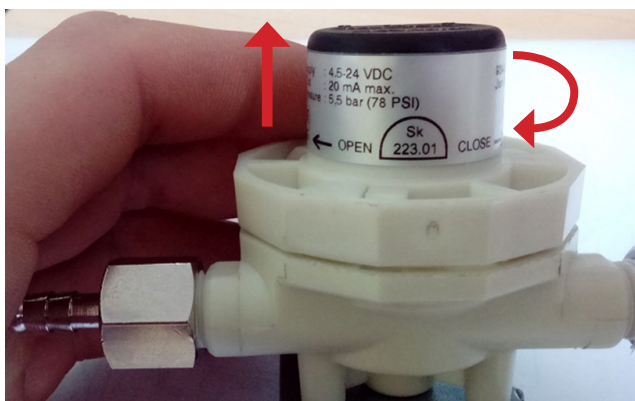
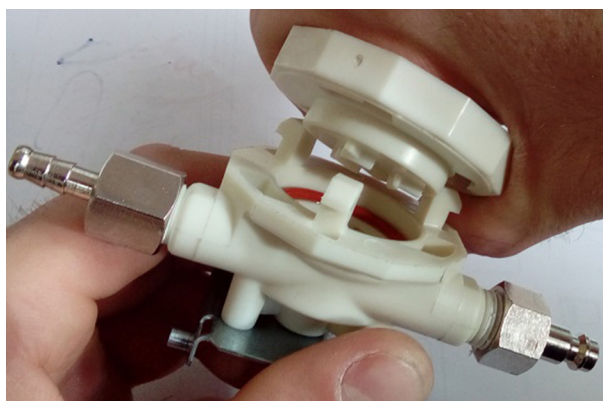

Рисунок 2.8
Рисунок 2.9
6. Поверните крышку расходомера до упора и снимите от корпуса (см.рис.2.8 и рис.2.9).